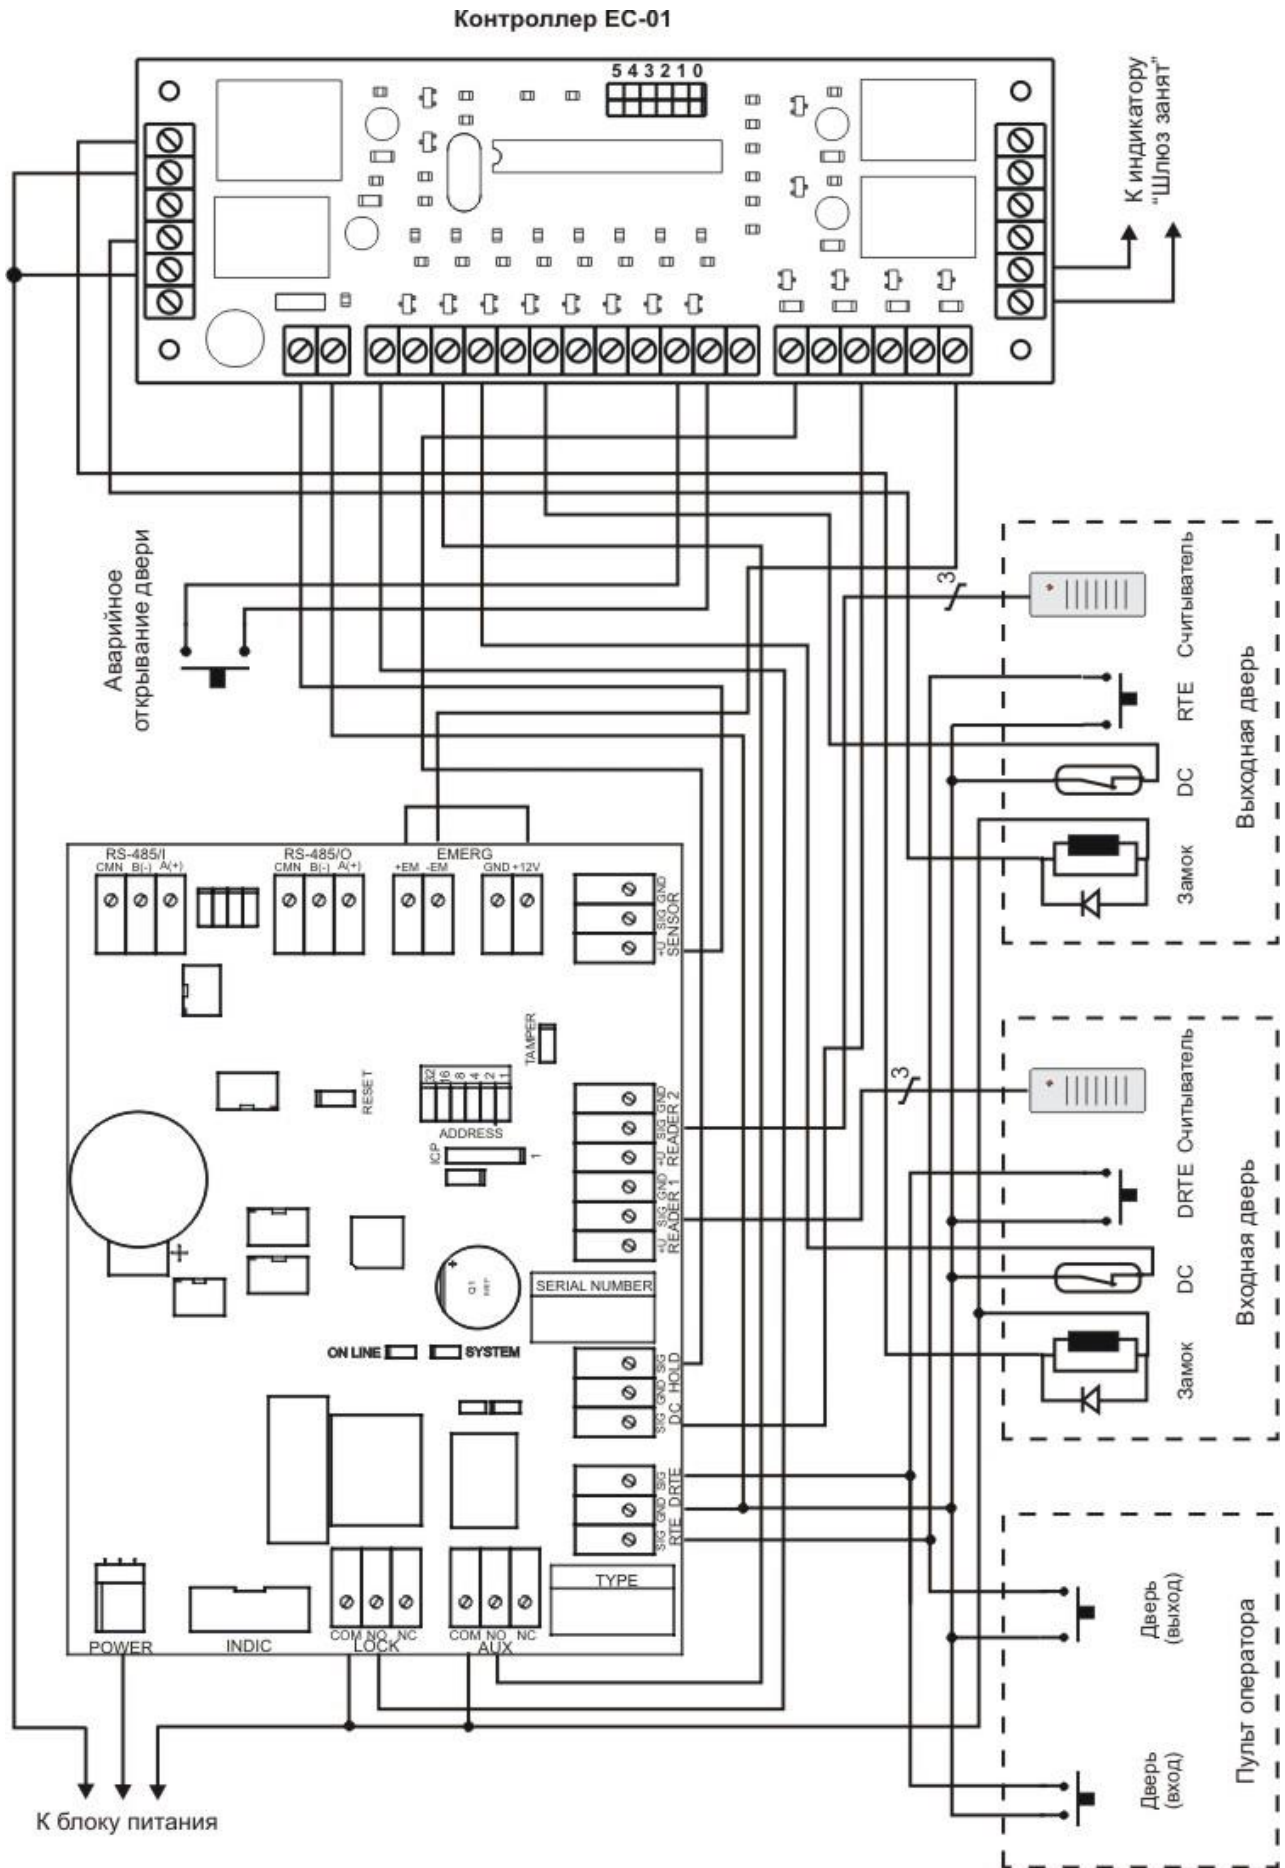

Рисунок 4. Схема подключения шлюза к контроллерам NC-xxxx
1. Обмотки электрозамков должны быть зашунтированы обратно включенными диодами либо варисторами (см. рис. 4). При этом варистор следует размещать как можно ближе к замку;